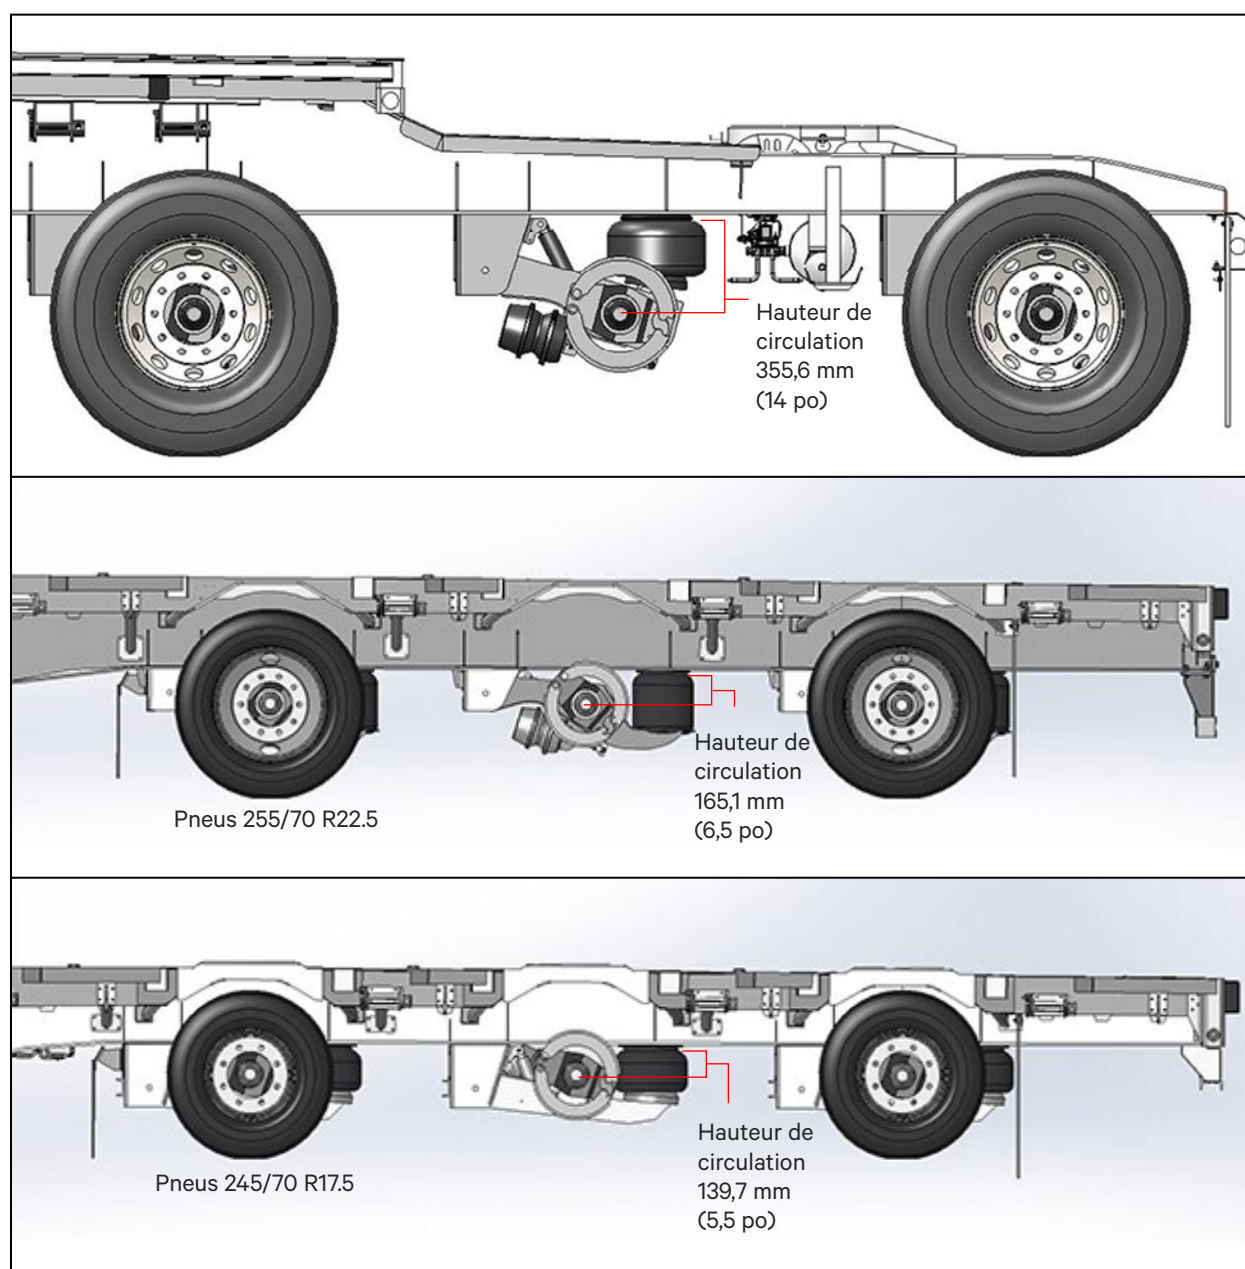

Figure 27 – Réglage de la hauteur de circulation de la suspension
Pour garantir la continuité du rendement de la suspension pneumatique, il est important de s'assurer que les essieux fonctionnent à la bonne hauteur de circulation. Cette vérification s'effectue à l'aide d'un ruban à mesurer. La Figure 27 illustre comment mesurer la hauteur de circulation. Toutes les semi-remorques de tête, de queue et simples utilisent une hauteur de circulation de 355,6 mm (14 po). Les remorques à plateau surbaissé utilisent une hauteur de circulation de 165,1 mm (6,5 po) lorsque munies de pneus 255/70 R22.5 ou de 139,7 mm (5,5 po) lorsque munies de pneus 245/70 R17.5.
- g. La hauteur de circulation se définit comme étant la distance entre la surface de montage de la suspension (dessous du châssis de la remorque) et le centre du tube d'essieu. Étant donné qu'il n'est pas possible de mesurer jusqu'au centre de l'essieu, mesurer jusqu'au-dessus du tube d'essieu, puis additionner la moitié du diamètre du tube. Comme la plupart des remorques à plateau et à plateau surbaissé sont dotées d'essieux de 146 mm (5 3/4 po), ajouter 73 mm (2 7/8 po) à la distance mesurée à l'aide du ruban pour obtenir la hauteur de circulation réelle. Voir la Figure 27.